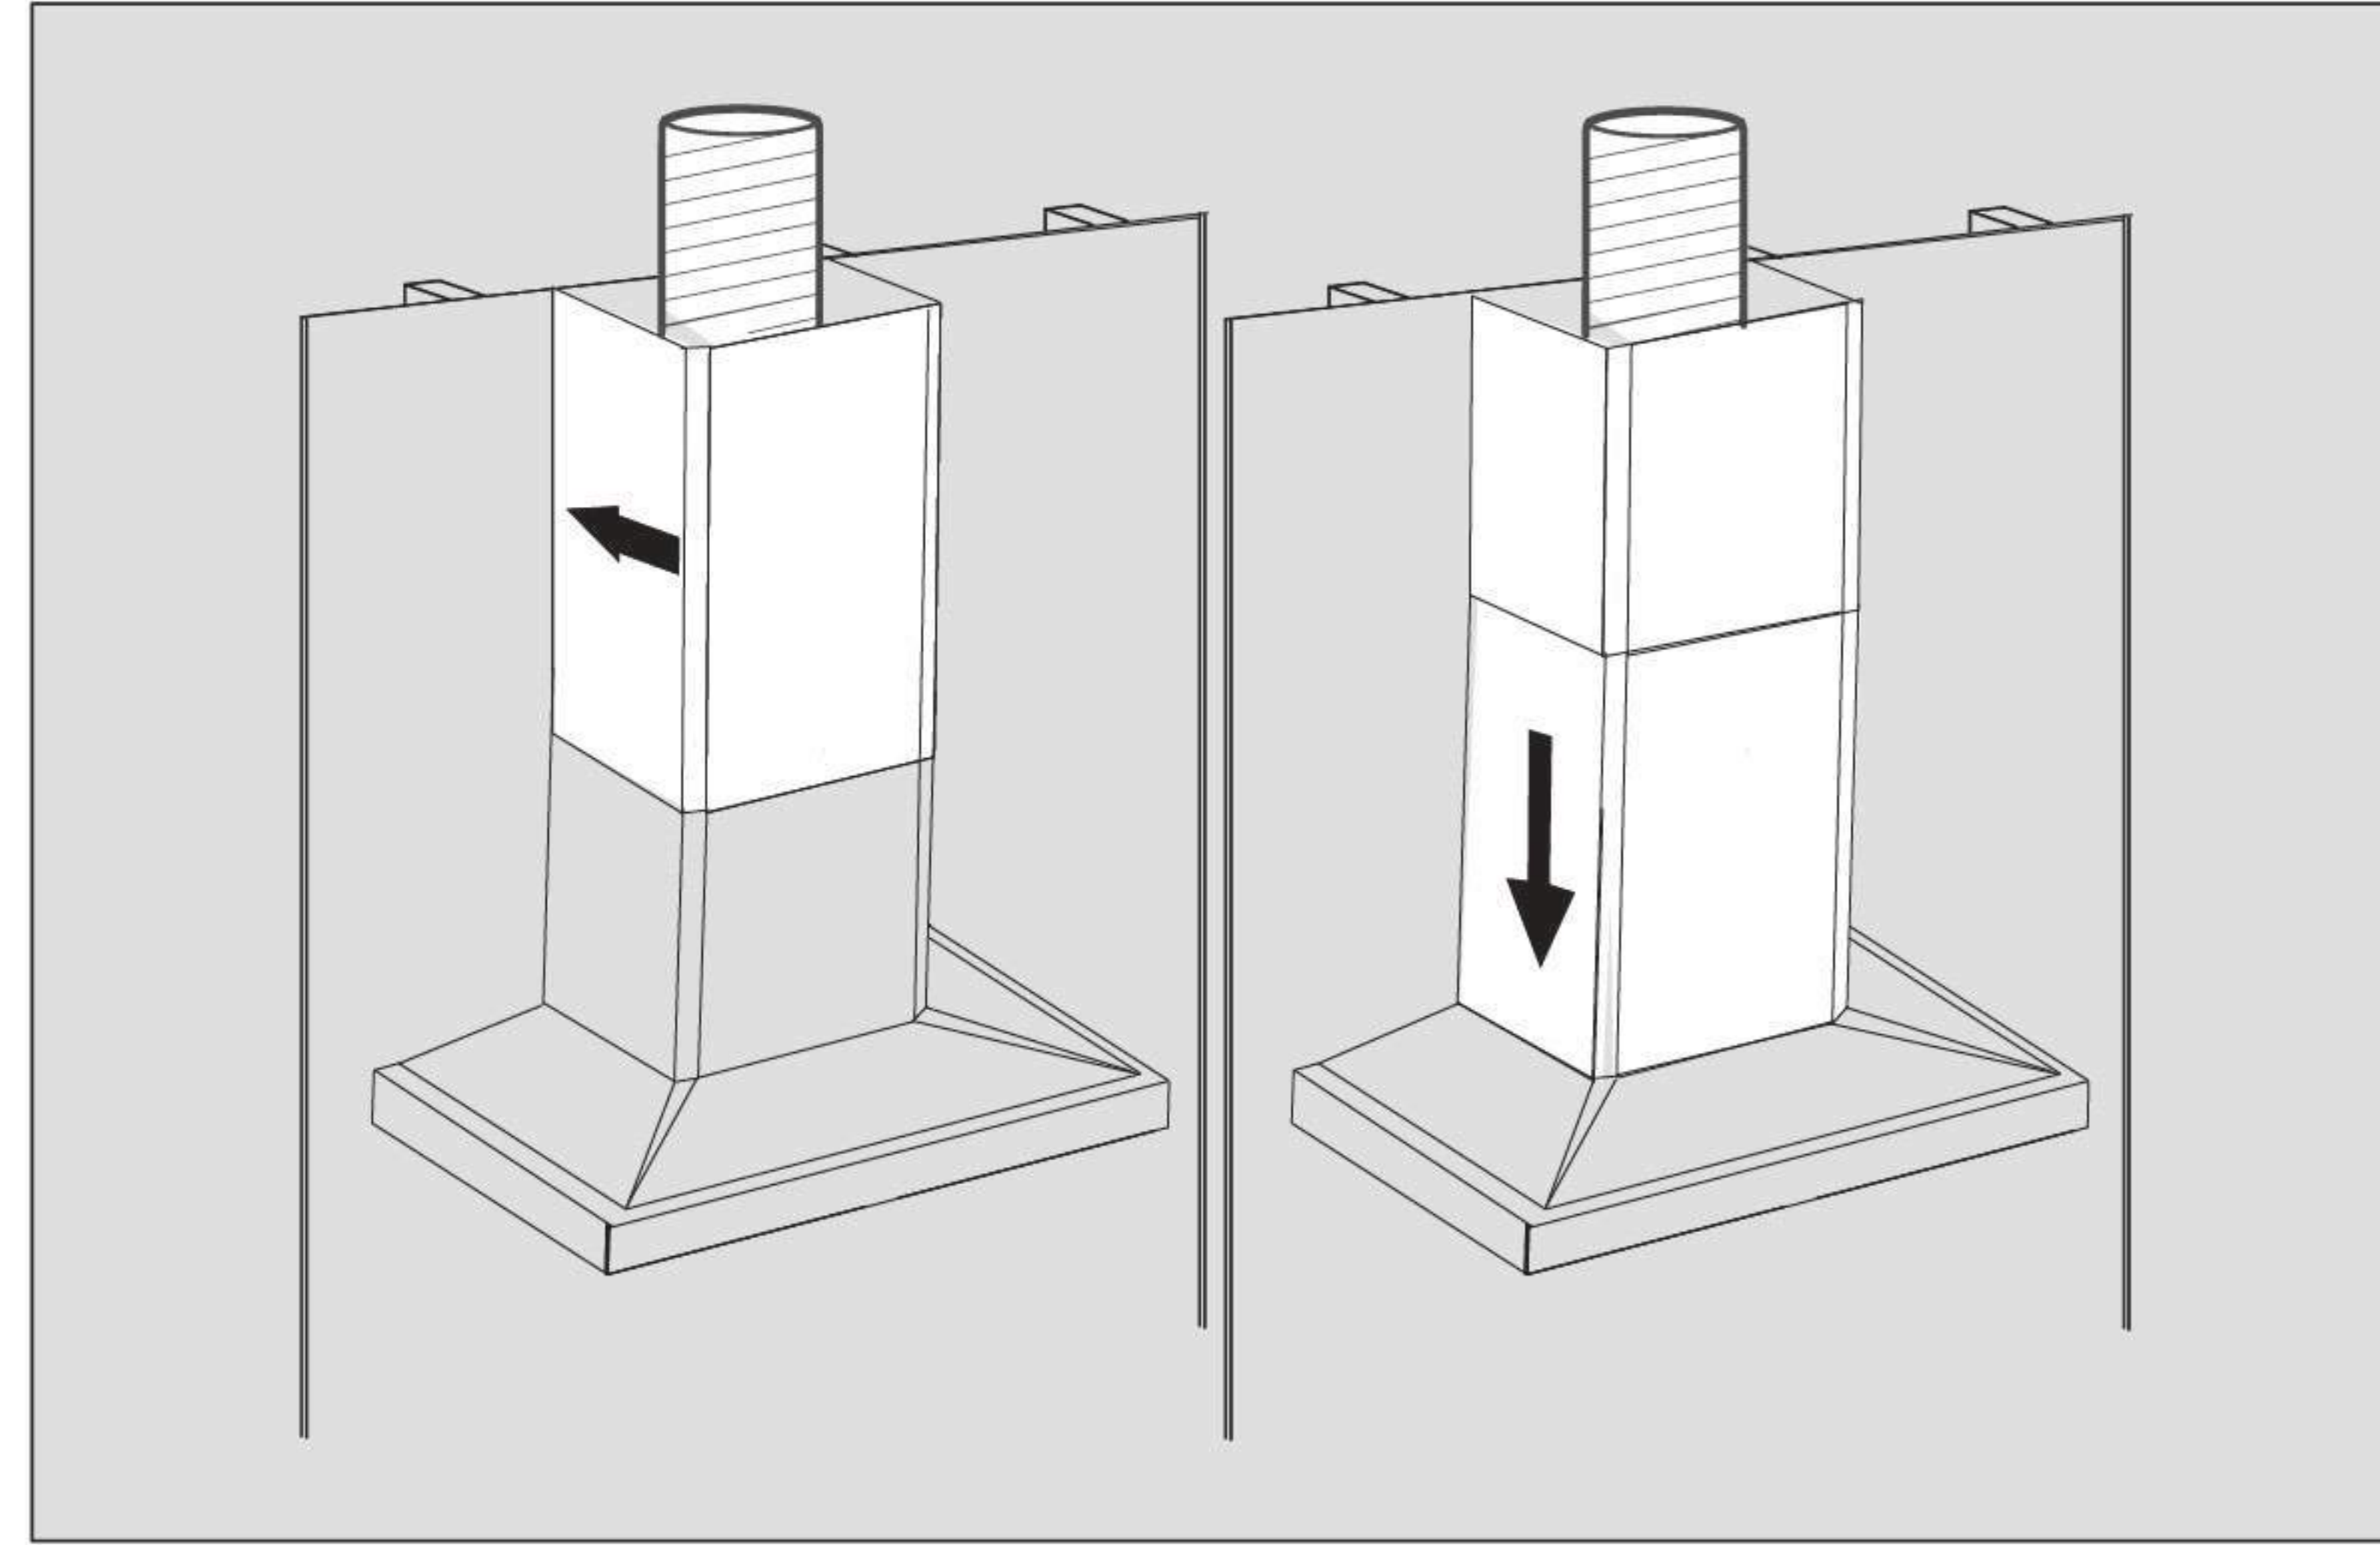

图4
(1) 双手紧握蝶翼板前侧，把蝶翼板后侧的左右挂钩，放入集烟罩的左右挂钩架内；
(2) 双手托住蝶翼板，使其往上旋转，蝶翼板旋转同时往里推，最后使蝶翼板上的碰爪刚好插入集烟罩上的碰扣内。
9. 风机外罩、装饰罩安装（如图4所示）：